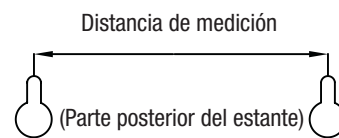

Figura 1
**PASO 2:** Dibuje una línea en la pared con un nivelador para determinar las ubicaciones de los orificios de los tornillos. Mida la distancia que se necesitará entre los tornillos para montar la repisa decorativa. Marque las posiciones de los tornillos en las ubicaciones que desea como se muestra en la **Figura 1**.